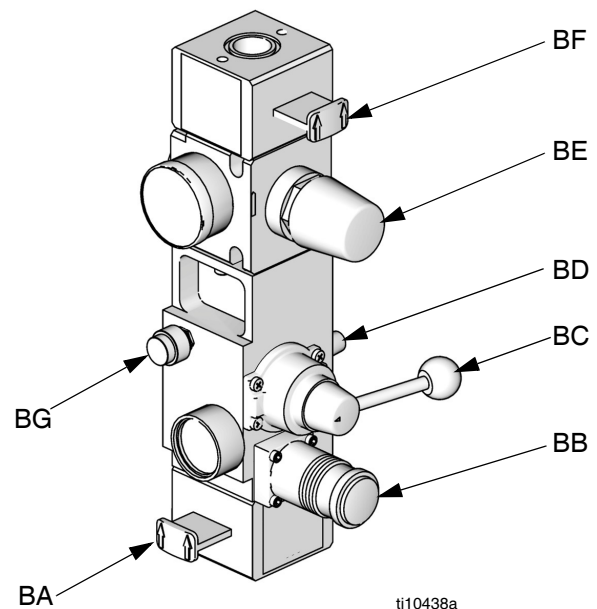

FIG. 4. Integrerade luftregulatorer
J	Integrerade luftregulatorer (se FIG. 4)
- Integrerad luftregulator (J). Se FIG. 4.
- Luftmotorsolenoid (AD). Solenoiden är på när den valda mataren är påslagen och i driftsläge, återcirkulationsläge eller luftningsläge. Solenoiden är av när mataren är avstängd eller tryckavlastningsläge, eller om mataren är i standby-läge. Solenoidens lysdiod tänds när en solenoid är på.